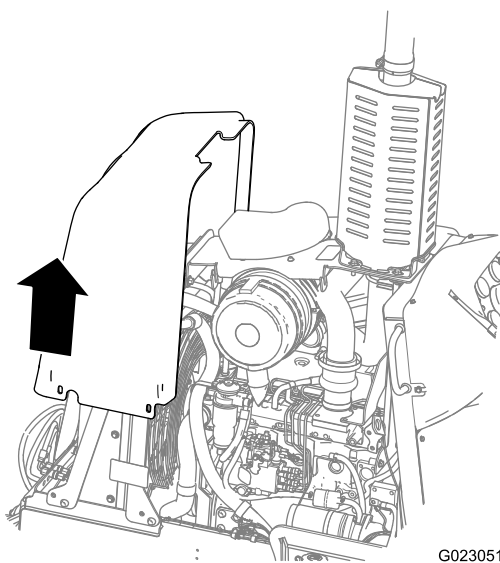

Figure 40
4. Soulevez le capot avant verticalement pour le retirer de la machine (Figure 40).
2. Posez le capot avant verticalement sur la machine (Figure 40).